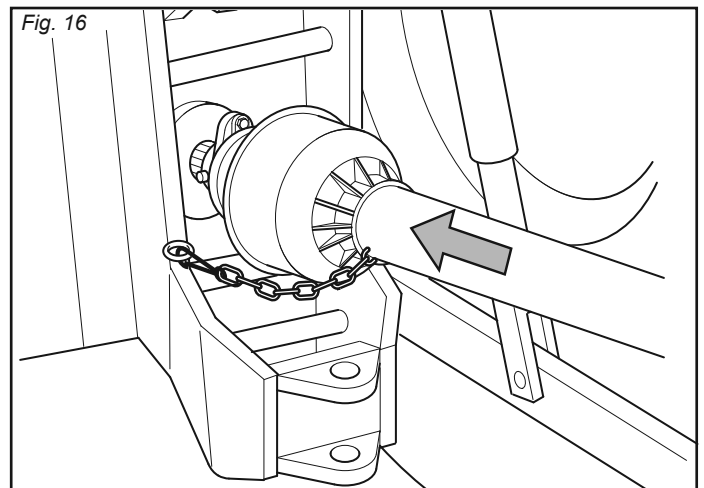

Fig. 16
- 5 - Acoplar el árbol cardánico y controlar que quede bien bloqueado en la toma de fuerza. Verificar que la protección gire libremente y fijarla con la relativa cadena (Fig. 16).